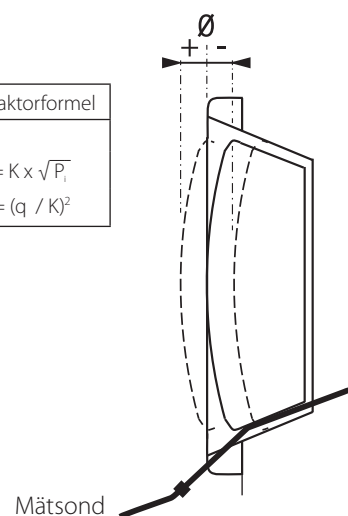

Bild 1. Injustering med mätsond.
- Beakta ventilkägglans läge. Käglan utgår ifrån ett 0-läge och kan ställas inom ett max (+) / min (-) intervall, se bild 1 och tabell **T1**.